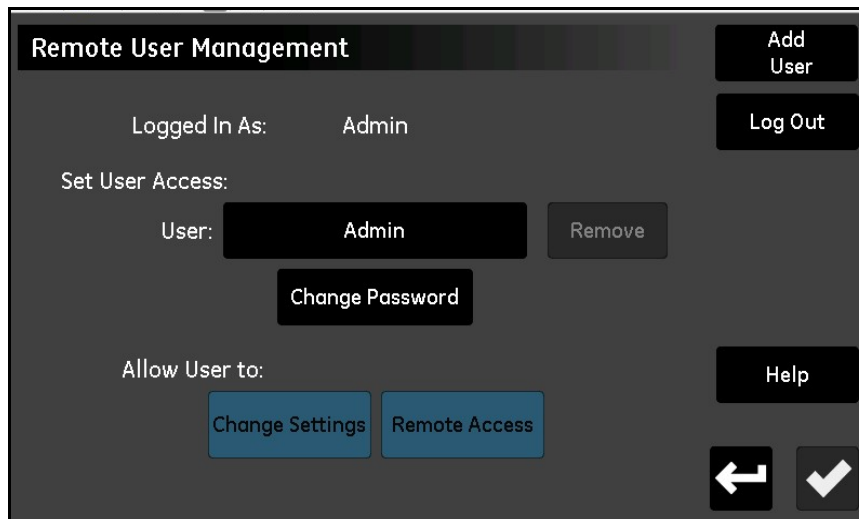

Figura 71: Pantalla de administración de usuarios Web
Introduzca su contraseña y pulse el botón **Iniciar sesión**. Si el inicio de sesión es correcto, aparecerá la pantalla *Administración de usuarios Web* que se muestra en la *Figura 71*.
La contraseña de **Operador** se debe cambiar a la mayor brevedad posible. Los pasos para cambiar la contraseña de **Operador** son los mismos que para cambiar la contraseña de **Admin** (consulte la sección anterior). Seleccione la cuenta **Operador** en la pantalla *Administración de usuarios Web* (consulte la *Figura 71 en la página 77*) e introduzca y confirme la nueva contraseña.
4. Pulse el botón **Iniciar sesión** para abrir la pantalla *Administración de usuarios remotos* (consulte la *Figura 71 en la página 77*).